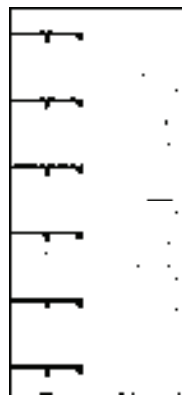

图 14-171 移动剖面窗图形
18) 调用“移动”命令, 移动剖面窗图形; 调用“删除”命令, 删除图形如图 14-171 所示。